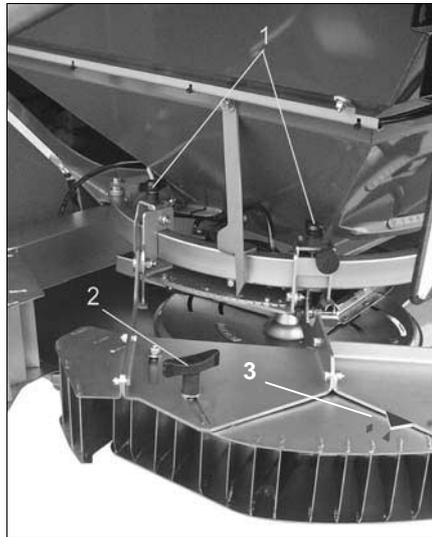

Fig. 24
- Symbole "▲" ou "◆" (Fig. 24/3)
- Pour régler l'échelle graduée, desserrez les poignées (Fig. 24/1), procédez au réglage selon les spécifications du tableau, bien resserrer les poignées.
- Pour pivoter le déflecteur de bordure vers l'intérieur ou vers l'extérieur, desserrez la poignée (Fig. 24/2) et tournez le déflecteur, jusqu'à ce que le repère se place en face du symbole "▲" ou "◆". Bien resserrer la poignée.